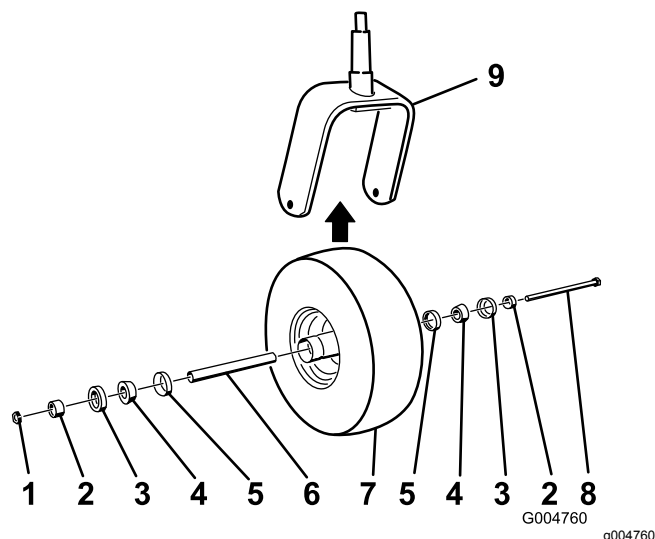

Figure 64
2. Retirez le contre-écrou du boulon (Figure 64).
5. Montez la roue pivotante en poussant les roulements à rouleaux coniques et les joints, garnis de graisse, dans le moyeu, en les positionnant comme indiqué à la Figure 64.